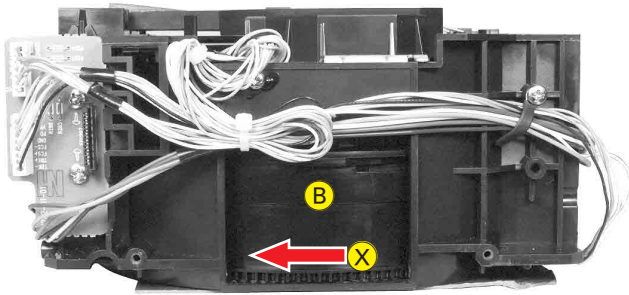
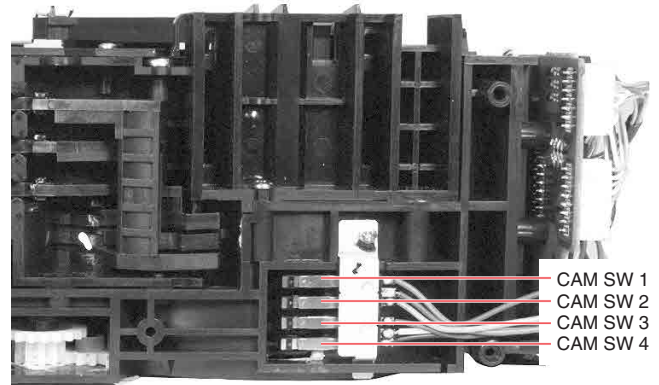
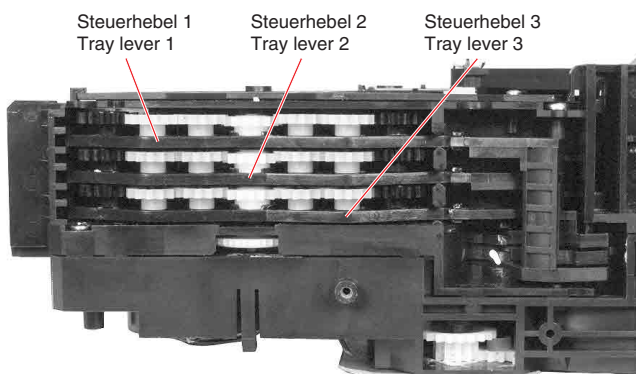
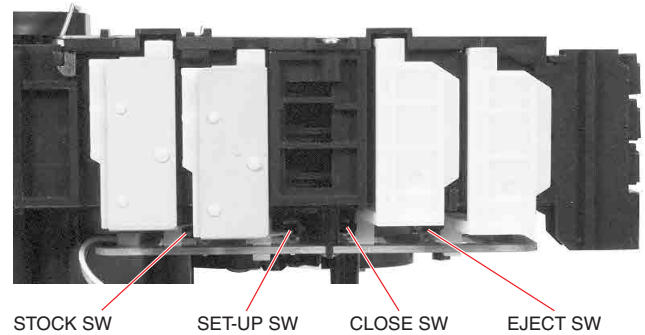

Fig. 1
Fig. 2
Fig. 3
Fig. 4
Durch das Steuerrad (B) (Fig. 1) werden die 4 CAM-Schalter (Fig. 2, 5) betätigt, durch die die Steuerungs-Software ermittelt, in welcher Stellung sich das Laufwerk befindet. Weiterhin werden vom Steuerrad mechanisch die Steuerhebel (Fig. 4) für die 3 Schubladen betätigt, sowie die Lasereinheit angehoben bzw. abgesenkt. Die einzelnen Positionen des Steuerrades sind:
The cam wheel (B) (Fig. 1) operates the 4 cam switches (Fig. 2, 5), by which the control software determines the actual position of the CD drive. Furthermore the cam wheel mechanically operates the levers (Fig. 3) for the 3 trays, as well as the up and down movement of the pick up unit.
Über die 4 Schubladen-Schalter (Fig. 4, 7) ermittelt die Steuerungs-Software die aktuelle Position der Schubladen.
With the 4 tray switches (Fig. 4, 7) the control software determines the actual position of the trays.